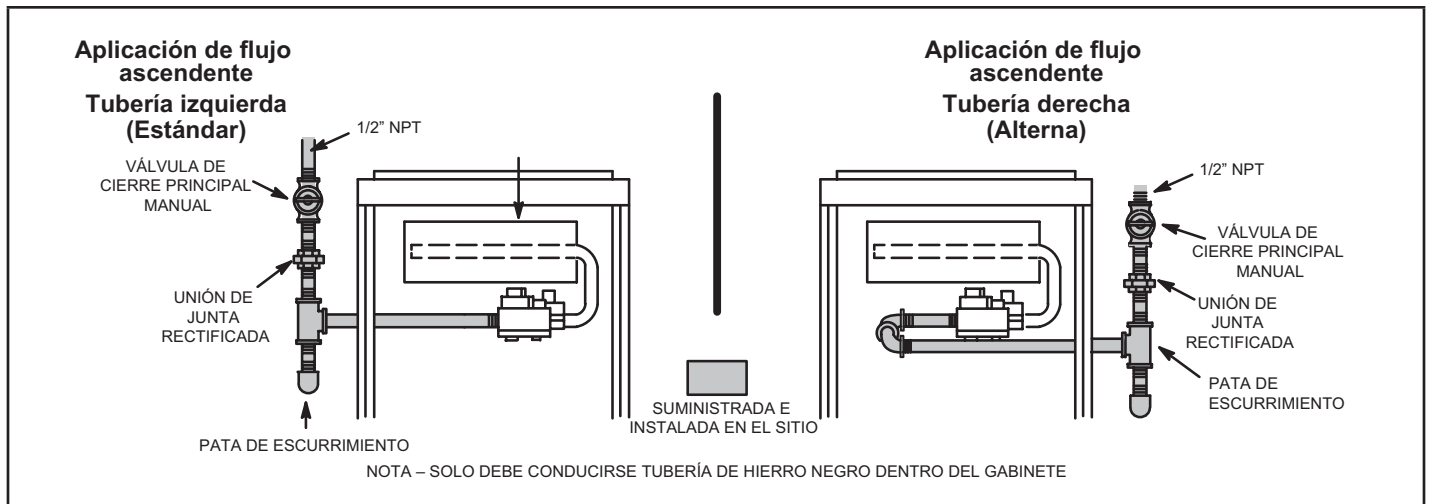

Figura 56
- 1 - La tubería de gas se puede conducir a la unidad desde el lado izquierdo o lado derecho. La tubería de suministro entra a la válvula de gas desde el costado de la válvula como se muestra en la Figura 56. Conecte la tubería de suministro de gas a la válvula de gas. La torsión máxima es de 800 pulg-lbs y la torsión mínima es de 350 pulg-lbs cuando se conecte la tubería de gas a la válvula de gas.